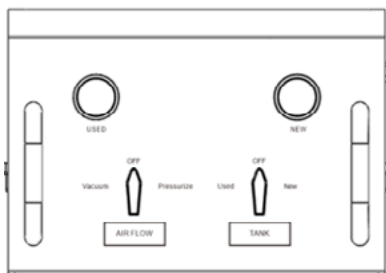
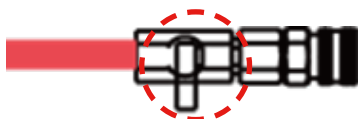

Fig 1.
Fig 2.
1. Uitgangspositie (Afb.1, Afb. 2, alle kleppen gesloten)